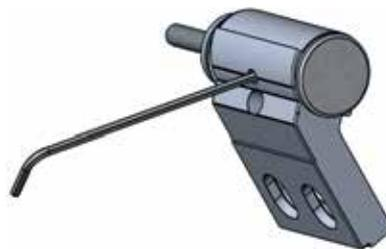

Рис. 16
7.4 Затянуть втулку имбусовым ключом 3 мм (Рис. 16).